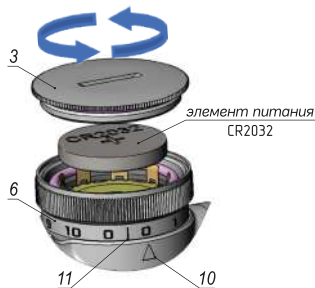

Рисунок 2 – Установка элемента питания
Отверните крышку батарейного отсека (3) (см. рисунок 2) с помощью шлицевой отвертки или монеты, установите элемент питания CR2032, соблюдая полярность: маркировка «+» элемента питания обращена вверх, после этого заверните крышку батарейного отсека до упора.